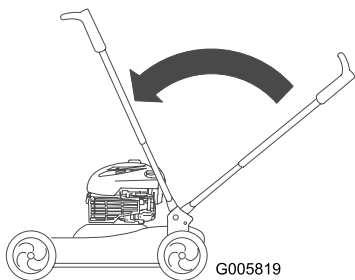

Figura 46
3. Eleve el manillar a la posición vertical (Figura 46).